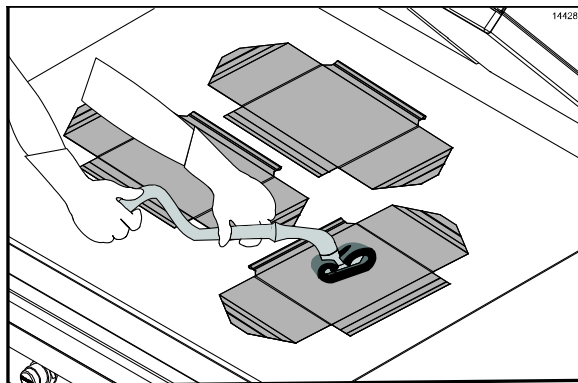

图 109
41. 将上煎板铁弗龙不粘膜平铺在下煎炉表面上。用 Kay 煎炉清洁垫支架轻轻擦拭清理不粘膜的两面。（请见图 109）